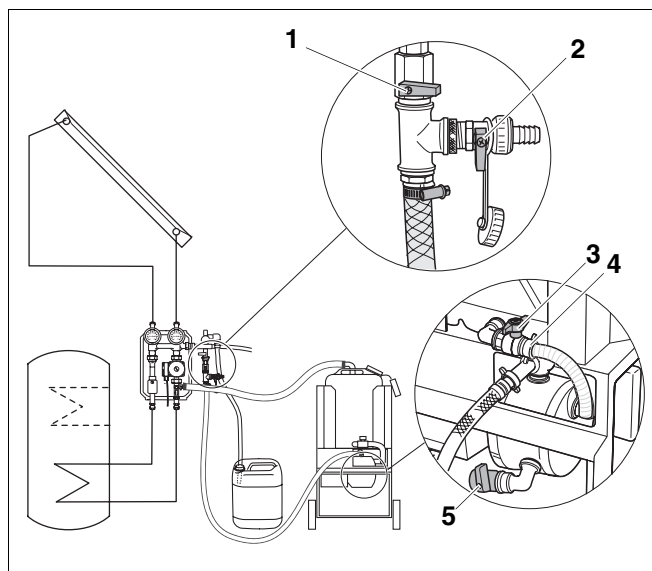

Abb. 19 Druckschlauch entleeren
- ▶ Öffnen Sie den FE-Hahn (Abb. 19, **Pos. 2**) im Abgang des T-Stückes am Druckschlauch (Luft zieht in den Schlauch).
- ▶ Schließen Sie zum Entleeren der Befüllpumpe den Kugelhahn (Abb. 19, **Pos. 3**) am Saugschlauch.
- ▶ Öffnen Sie den Ablasshahn (Abb. 19, **Pos. 5**) der Pumpe und lassen Sie den Druckschlauch in Richtung der Pumpe leer laufen (ggf. Schlauch anheben). Lassen Sie die Pumpe über den Ablasshahn leer laufen.
- ▶ Schließen Sie den Ablasshahn (Abb. 19, **Pos. 5**).
- ▶ Schließen Sie beide FE-Hähne (Abb. 19, **Pos. 1** und **2**) am T-Stück des Druckschlaches und lösen Sie die Überwurfmutter.
- ▶ Entleeren Sie den Behälter. Lösen Sie die Überwurfmutter (Abb. 19, **Pos. 4**) des Saugschlaches am Kugelhahn und entnehmen Sie den Behälter aus der Befüllpumpe.